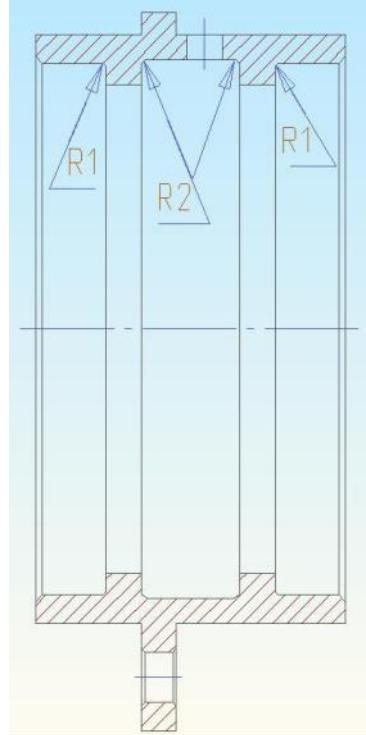

Рисунок 11. Простановка радиальных размеров
- Укажите внутреннюю дугу, образующую радиус перехода ( $R=1$  – Рисунок 11) Укажите положение радиальной размерной линии.